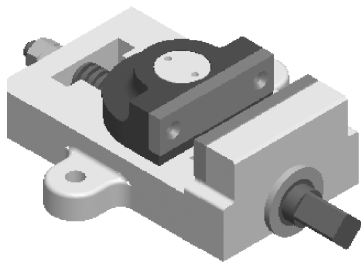
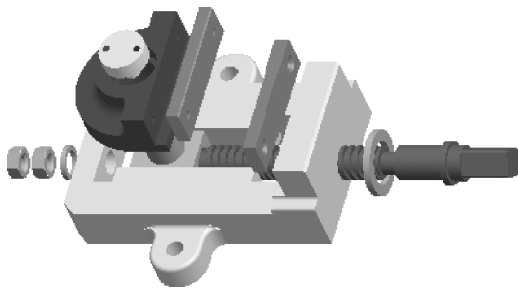

图 9-99 虎钳装配图
图 9-100 虎钳分解视图
(2) 使用文件夹“\习题\第9章\xiti9-2-2”中的零件完成如图9-99所示的虎钳装配图并生成如图9-100所示的分解视图。